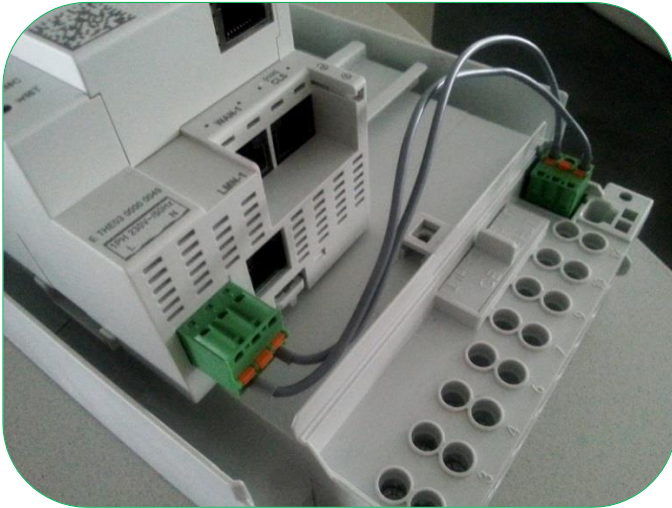

Bild 41: Power Kabel Verbindung
4. Power Kabel an Power Konnektor und Stromkabel an den SMGw anschließen (Bild 41).